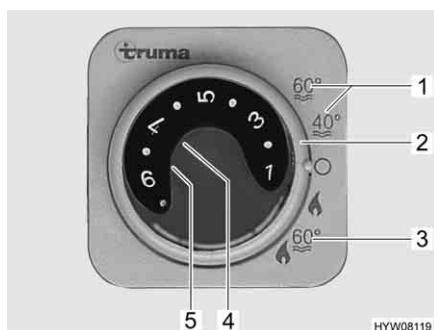

Fig. 91 Centralina di controllo per riscaldamento/boiler
Il boiler è integrato nel riscaldamento e funziona a gas. Il boiler si accende dalla centralina di controllo (Fig. 91) con l'interruttore girevole (Fig. 91,2).
Durante il funzionamento invernale "Riscaldamento e boiler" (Fig. 91,3), accendendo il riscaldamento è riscaldata automaticamente anche l'acqua nel boiler. Quando il riscaldamento si spegne al raggiungimento della temperatura ambiente desiderata, il boiler continua a riscaldare l'acqua, fino a quando questa raggiunge la temperatura impostata.
Durante il funzionamento estivo (Fig. 91,1) l'acqua è riscaldata soltanto nel boiler fino a 40 °C o 60 °C. L'acqua si riscalda a 60 °C in ca. 25 minuti. La spia gialla di controllo (Fig. 91,5) si accende durante la fase di riscaldamento del boiler.
L'alimentazione di tensione per l'apparecchio non può essere interrotta interrompendo l'alimentazione a 12 V sul pannello di controllo. A seconda del modello, in caso di guasto si accende la spia rossa di controllo (Fig. 91,4) sulla centralina di controllo (vedi capitolo 14).
- Sulla centralina di controllo (Fig. 91) posizionare l'interruttore girevole (Fig. 91,2) su "Funzionamento estivo" (Fig. 91,1).
La spia gialla di controllo (Fig. 91,5) si accende durante la fase di riscaldamento. Al raggiungimento della temperatura dell'acqua desiderata, la fase di riscaldamento termina e la spia gialla di controllo si spegne.
- Sulla centralina di controllo (Fig. 91) posizionare l'interruttore girevole (Fig. 91,2) su "O".